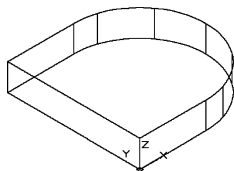

图 13-14 并集后的实体
- (1) 起动 AutoCAD，使用默认设置画图。
- (2) 在命令行中输入“ISOLINES”，设置线框密度为 10。单击“视图”选项卡“视图”面板中的“西南等轴测”按钮, 切换到西南等轴测图。
- (3) 单击“三维工具”选项卡“建模”面板中的“长方体”按钮, 以坐标原点为角点，创建长 50，宽 100，高 20 的长方体。
- (4) 单击“三维工具”选项卡“建模”面板中的“圆柱体”按钮, 以长方体右侧面底边中点为圆心，创建半径为 R50，高 20 的圆柱体。
- (5) 单击“三维工具”选项卡“实体编辑”面板中的“并集”按钮, 将长方体与圆柱体进行并集运算，结果如图 13-14 所示。